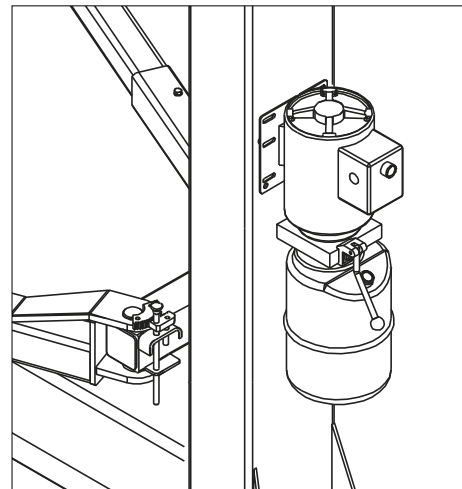

рис.35
- ◆ Установить насос на блок согласно рис. 35 и зафиксировать его на основании стойки управления.